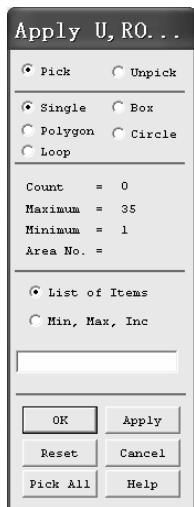
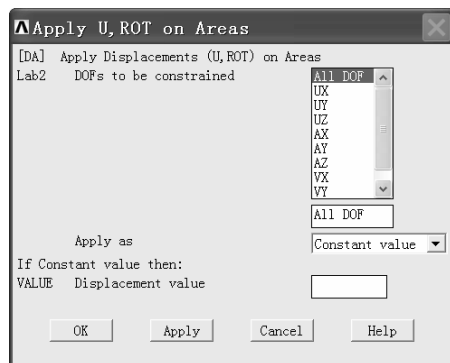

图 2-173 “Apply U, RO...”窗口
图 2-174 “Apply U, ROT on Areas”窗口
(1) 依次选择 Main Menu>Preprocessor>LS-DYNA Options>Constraints>Apply>On Areas,弹出“Apply U, RO...”窗口(见图 2-173),光标变为黑色向上的箭头。
(2) 将光标依次指向 B、C 梁左端面的中部,单击鼠标左键选中这两个端面,端面变色。
(3) 单击“Apply U, RO...”窗口中的“OK”按钮,弹出“Apply U, ROT on Areas”窗口(见图 2-174)。